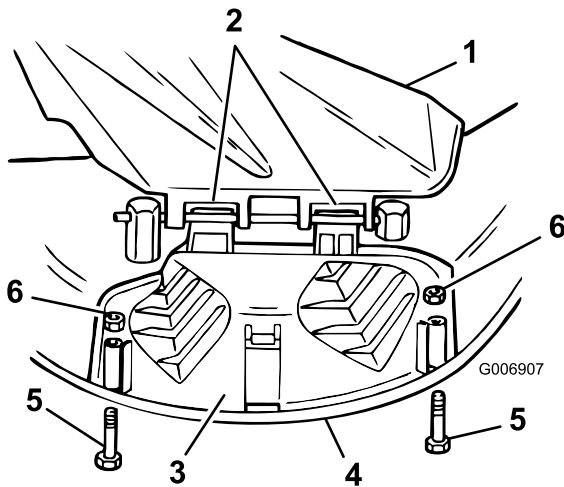

Figura 15
3. Ruotate il carter di scarico verso il basso, sull'apertura, quindi sul bordo inferiore del tosaerba (Figura 15).
4. Fissate il carter di scarico al bordo inferiore del tosaerba con i bulloni ed i dadi (Figura 15).